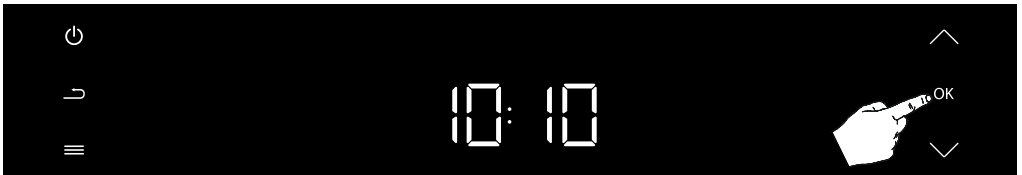

Abbildung 11
Nach der Minuteneinstellung wird die Zeiteinstellung durch Drücken der Bestätigungstaste (OK) abgeschlossen. (siehe Abbildung 11)